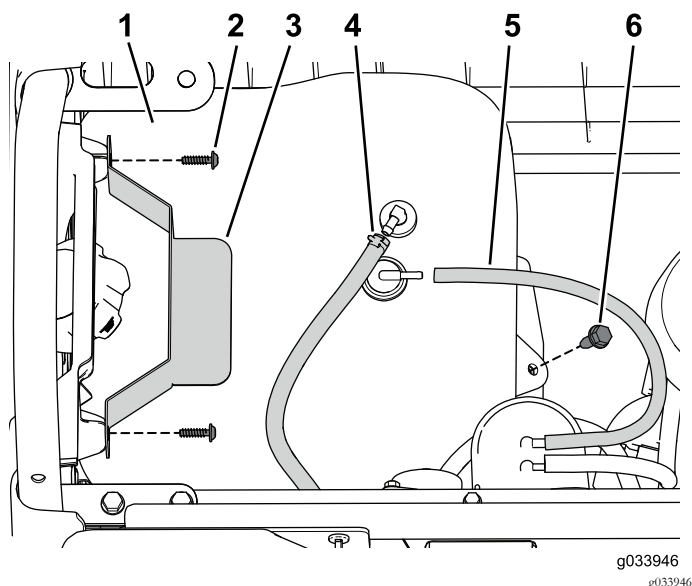

Figure 1
1. Retirez le boulon à embase qui fixe le réservoir de carburant à son support (Figure 1).
2. Retirez les vis de fixation du dispositif de maintien (Figure 1).
3. Débranchez le flexible d'évent et la conduite de carburant du réservoir (Figure 1).